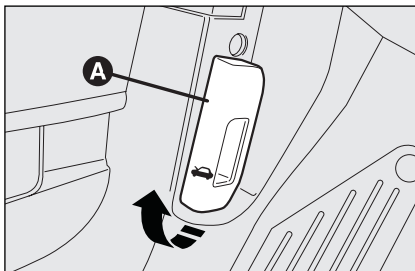

Рис. 96
- потяните рычаг **A**, **рис. 96**, в направлении стрелки;